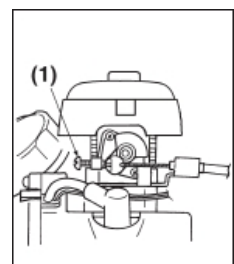

FIG. 6
- 1. Si el motor tiende a pararse con frecuencia en modo de ralentí, gire el tornillo de ajuste de ralentí en sentido horario. (Fig. 6)